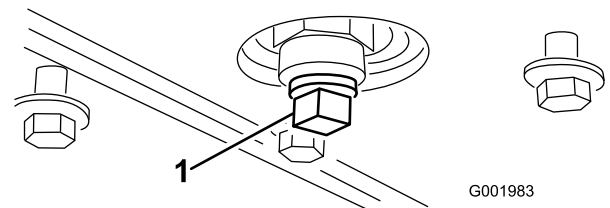

Bild 47
5. Nehmen Sie die Ablassschraube ab (Bild 47).